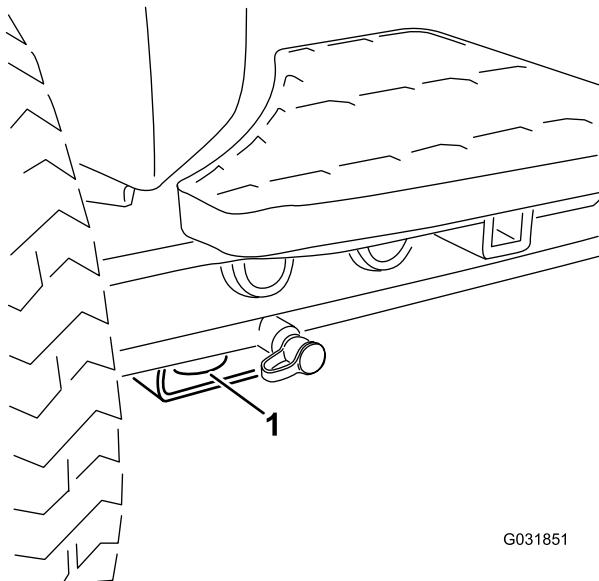

Figure 56
- Avant – trou du patin rectangulaire, sous le tube d'essieu, à l'intérieur de chaque roue avant (Figure 56)